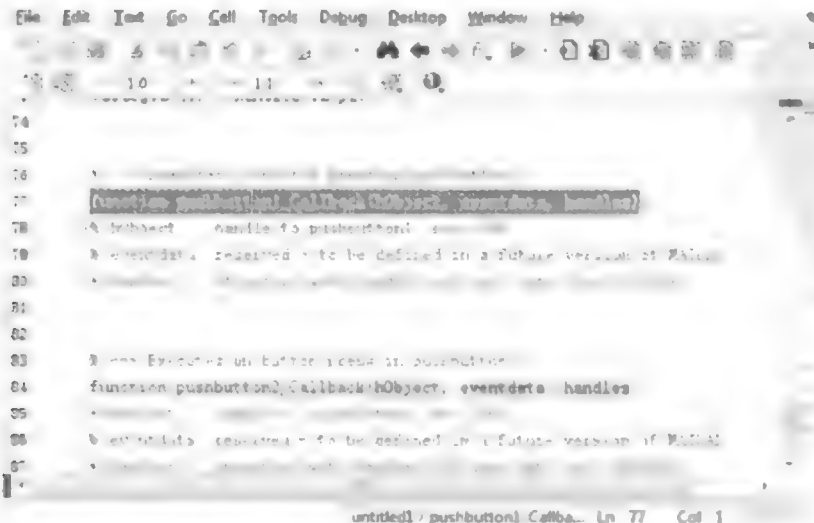

图 3.7.18 编辑回调函数
(6) 选择 Start/Reset 按钮的右键菜单项 View Callbacks→Callback,系统自动定位到回调函数编辑窗口的对应位置,并高亮显示,如图 3.7.18 所示。